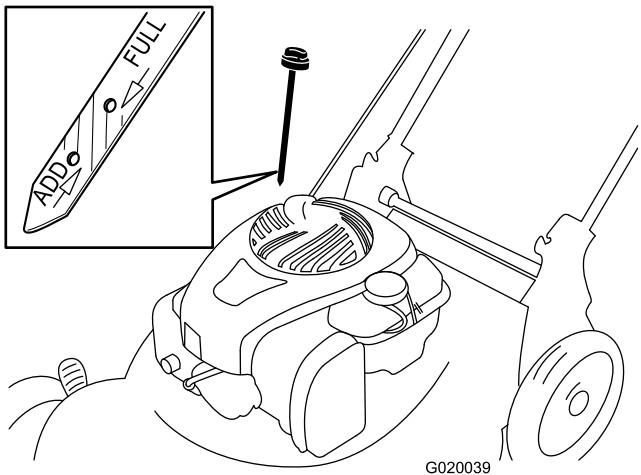

Figure 17
- Sortez de nouveau la jauge et vérifiez le niveau d'huile (Figure 17).